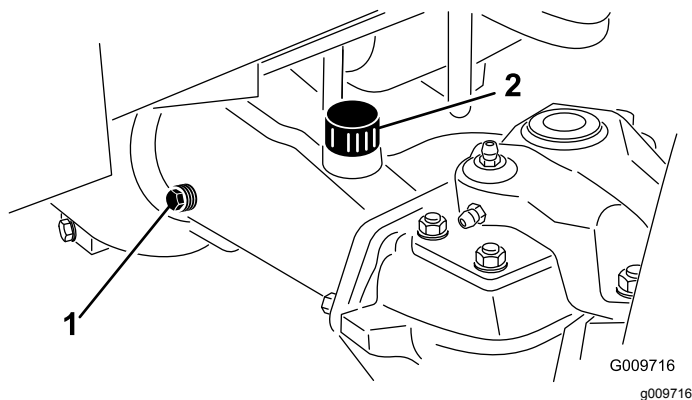

図 84
2. アクスルの一方の端部から点検用プラグを抜き、穴の高さまで潤滑油があることを確認する 図 84。